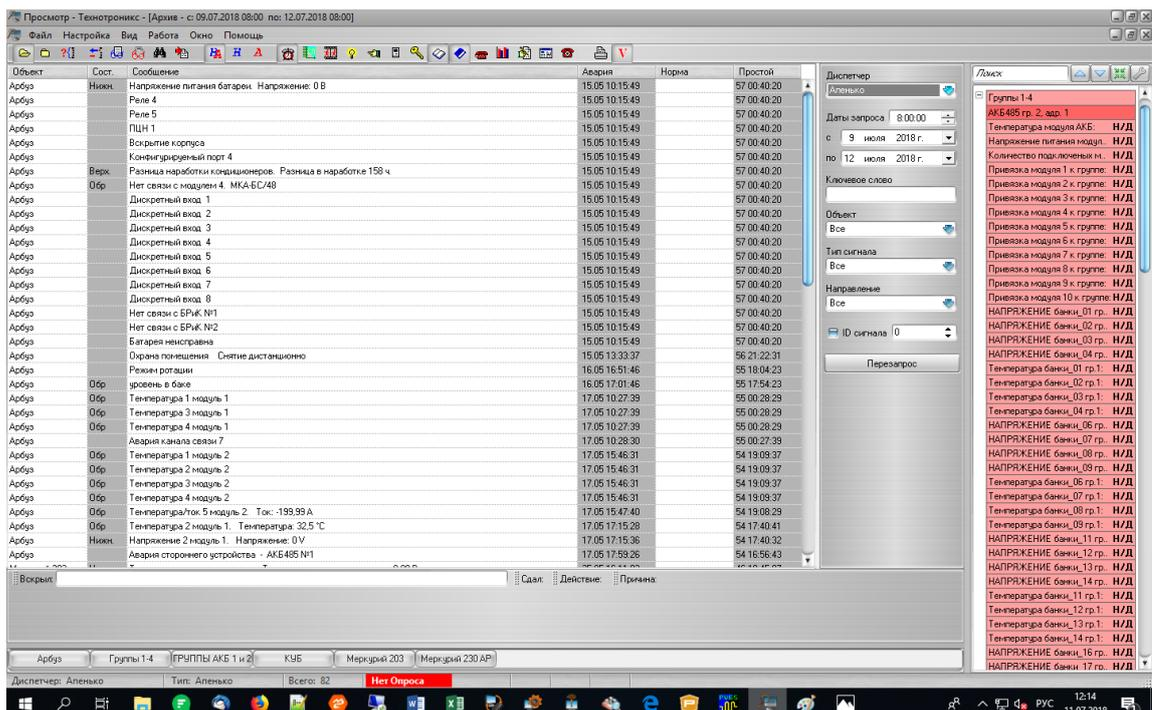

Рис. 18 Просмотр аналоговых параметров контроля (столбик справа)
- Запустить программы «Квитирование» и «Просмотр», если он не запустился самостоятельно «Квитированием». Встать на окно «Просмотра». В третьей сверху строчке после всех пиктограмм справа имеется изображение символа «V». Нажать на него. Справа откроется столбик с аналоговыми данными (см. рис. 18). Там должна быть информация о всех контролируемых параметрах (имеется ролинг). Розовым цветом отражаются параметры, в которых обнаружено нарушение порогов. Все объекты расположены в структуре, могут оперативно сворачиваться или разворачиваться.